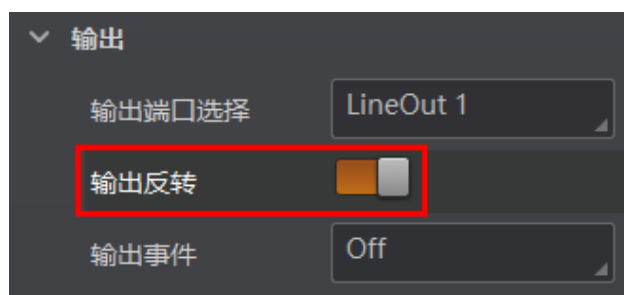

图3-59 输出反转
4. 若需要设备输出与此刻相反的信号，则开启输出反转功能，如图 3-59 所示。